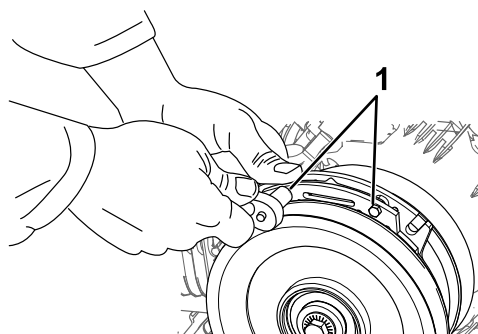

Figura 58
- A. Afloje ambos pernos de montaje del freno entre media y una vuelta, según se muestra en Figura 58.